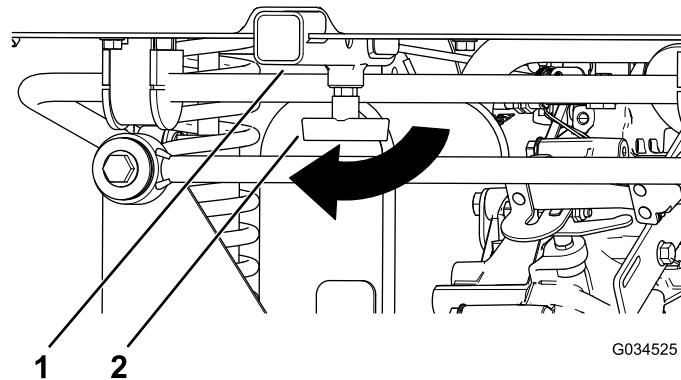

Рисунок 5
5. Ослабьте Т-образную рукоятку на трубе приемного устройства (Рисунок 5).